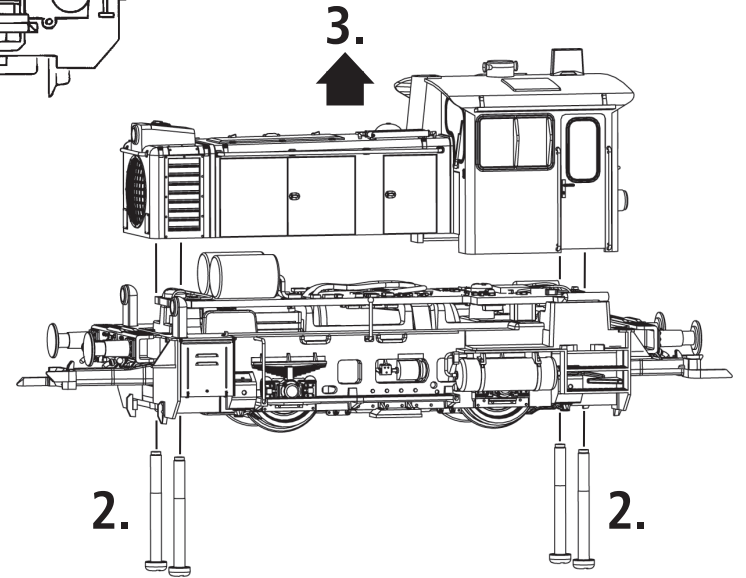

Fig. 4
**1. Reinigung der Radstromkontakte:** Radstromkontakte können auf unsauberen Schienen leicht verschmutzen. Entfernen Sie **vorsichtig** mit einem kleinen Pinsel **den Schmutz** an den in Fig. 4 gekennzeichneten Stellen.
**1. Cleaning of wheel contacts:** Wheel contacts easily get dirty on tracks which are not entirely clean. Use a small brush to **remove dirt** from spots marked in fig. 4.
**1. Nettoyage des lames de courant aux roues:** Les lames de contacts risquent de s'encrasser rapidement sur des voies poussiéreuses. Veuillez **enlever la poussière** aux endroits marqués à la fig. 4 à l'aide d'un petit pinceau souple.